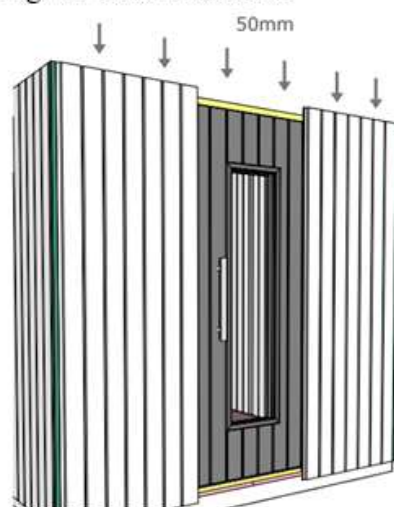

Fig. 8c-Fixation de la porte
- Avec un foret 4mm, fraisez et percez 4 trous dans le châssis vertical opposé aux charnières et le fixer à l'aide des vis de 50mm (Fig.8c).